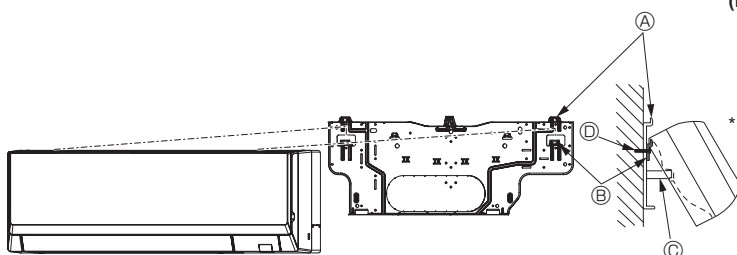

Fig. 3-12
- Όταν δεν είναι δυνατή η ανάρτηση και η ανύψωση της εσωτερικής μονάδας με το κανονικό άγκιστρο (η διάσταση του 2.1. Ⓧ (το διάκενο ανάμεσα στην οροφή και τη μονάδα) είναι 75 mm ή μικρότερη), αναρτήστε τη μονάδα στο κάτω άγκιστρο για τη σωλήνωση στην αριστερή πλευρά. (Fig. 3-12)
(Fig. 3-12)